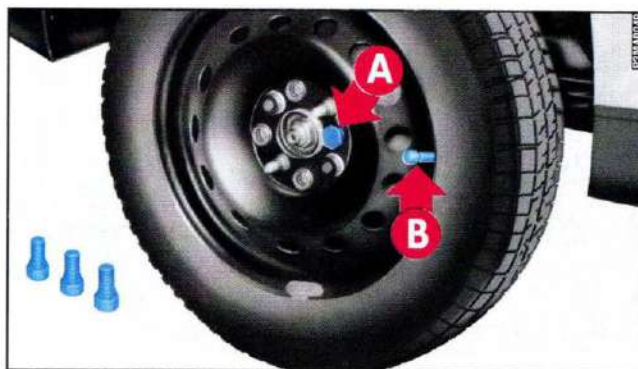

fig. 6
2) Montare la ruota di uso normale, inserendo il primo bullone **A**-fig. 6 nel foro più vicino alla valvola di gonfiaggio **B**.